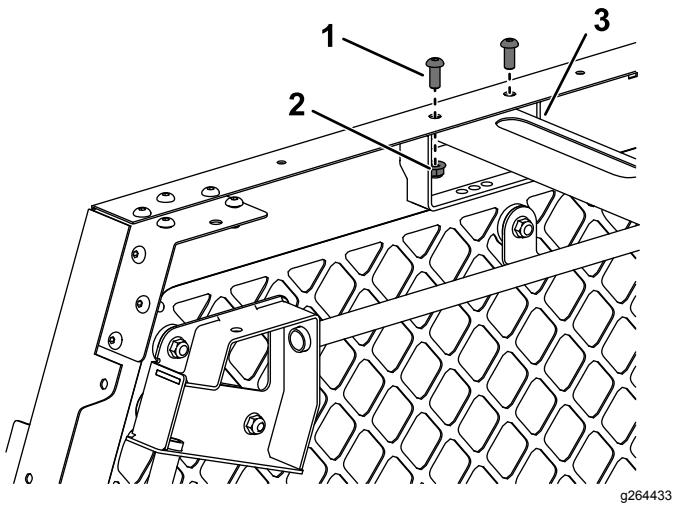

Figura 13
- Instale cada lado da montagem de apoio com dois parafusos de cabeça de tremoço (5/16 pol. x 3/4 pol.) e duas porcas flangeadas (5/16 pol.); consulte a Figura 13.